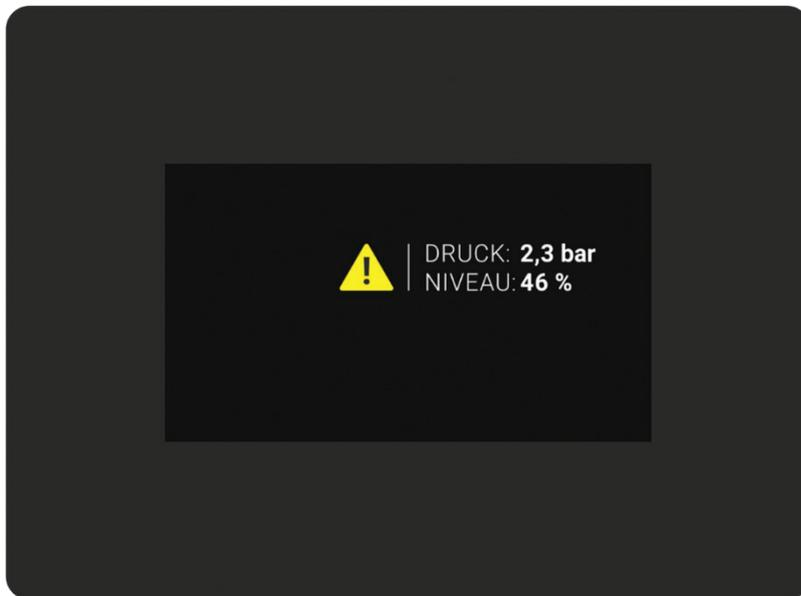

Abbildung 2: Touch-Bedieneinheit - Ansicht von vorne
3.1.1. Elektrische Anschlüsse *(siehe Abb. 2. Ansicht von hinten)*